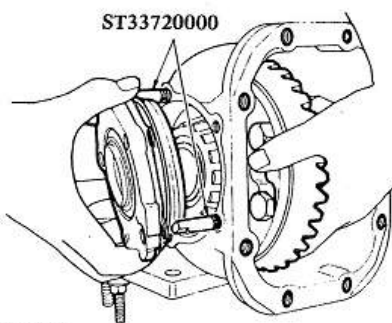
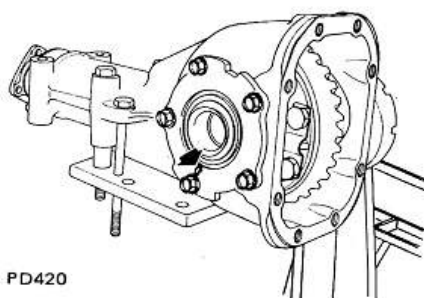

Fig. PD-29 Repose des plateaux d'appui latéraux
Fig. PD-30 Flèche de repérage sur plateau d'appui
3. Mettre en place les cales d'épaisseur sélectionnées et le joint torique dans les deux plateaux d'appui latéraux et reposer les plateaux sur le carter au moyen des boulons-guides spéciaux ST33720000 (voir figure PD-29) et en positionnant la flèche de repérage des plateaux comme indiqué sur la figure PD-30.